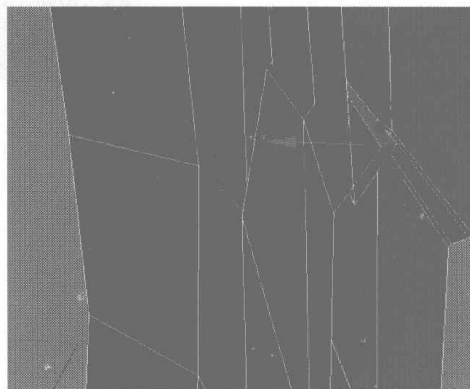

图 3.100
- 16** 切换为边线编辑，旋转、放大 Perspective 视图，选择如图 3.100 所示边线，在 Selection 卷展栏中单击 **Ring** 按钮，选择环形边线将其删除。